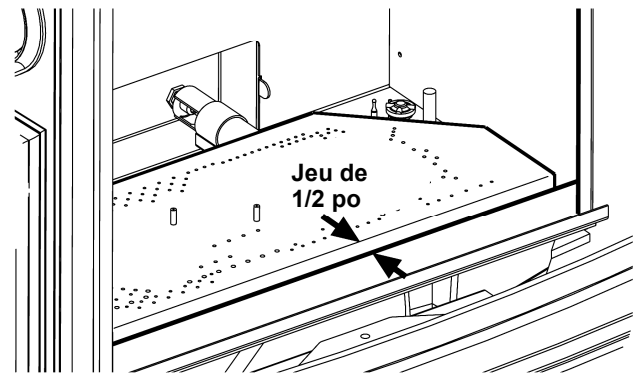

Figure 15. Position correcte du brûleur. Maintenez un dégagement de 1/2 po (13 mm) entre le plateau du brûleur et l'avant de la chambre de combustion.
10. **Réinstallez le plateau du brûleur**. Glissez le tube du brûleur sur l'obturateur d'air tel que montré à la fig. 15. Vérifiez que le brûleur est solidement fixé aux 2 brides de fixation à l'avant de la chambre de combustion et repoussez le plateau vers l'arrière de la chambre de combustion. Une fois bien positionné, il doit y avoir 1/2 po (13 mm) de jeu entre le plateau du brûleur et l'avant de la chambre de combustion. Voir fig. 15.